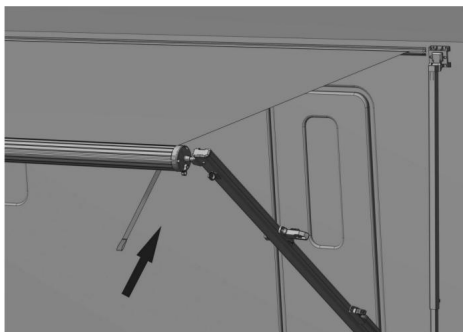

Abbildung D17
4.2.6 Lassen Sie die Recyclingrolle langsam los, bis sie vollständig eingefahren ist. (Am Ende kann der Winkel auf einer Seite der Zugstange verwendet werden, um den Rollengurt für den Hilfsbetrieb einzuführen.) (Abbildung D17)